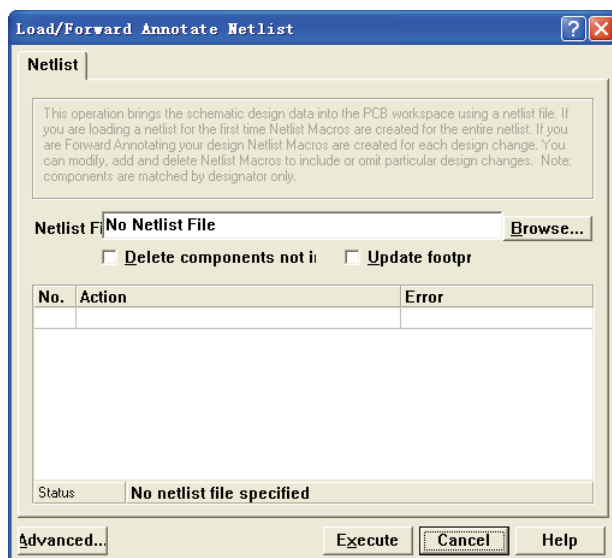

图 8-111 “Load/Forward Annotate Netlist”对话框
(1) 执行菜单命令“Design”→“Load Net”，弹出如图 8-111 所示的“Load/Forward Annotate Netlist”对话框。